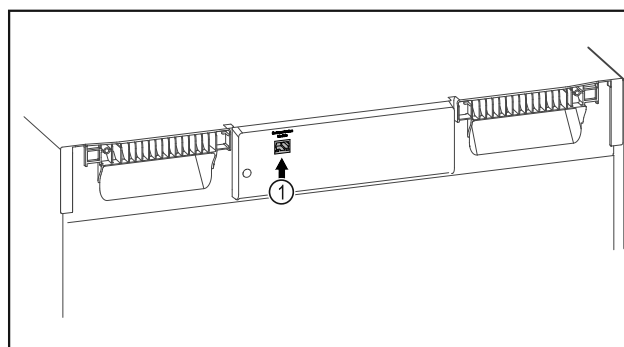

Fig. 140
- ☐ Założono SmartModule Fig. 140 (1).